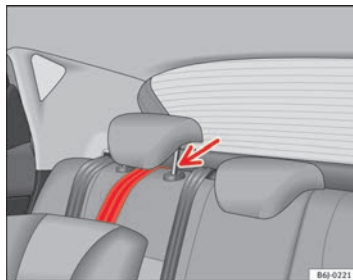

Fig. 28 Correa de sujeción: correcto ajuste y montaje
- Dirigir la correa de sujeción del Top Tether por debajo del apoyacabezas de la plaza posterior ⇒ **página 49, fig. 28** (levantar el apoyacabezas si es necesario).